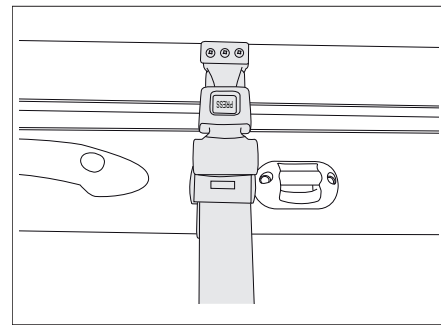

Bild 115 Sicherungsgurt Hubbett manuell
- Das Hubbett mit dem Sicherungsgurt am Dach sichern (Bild 115).